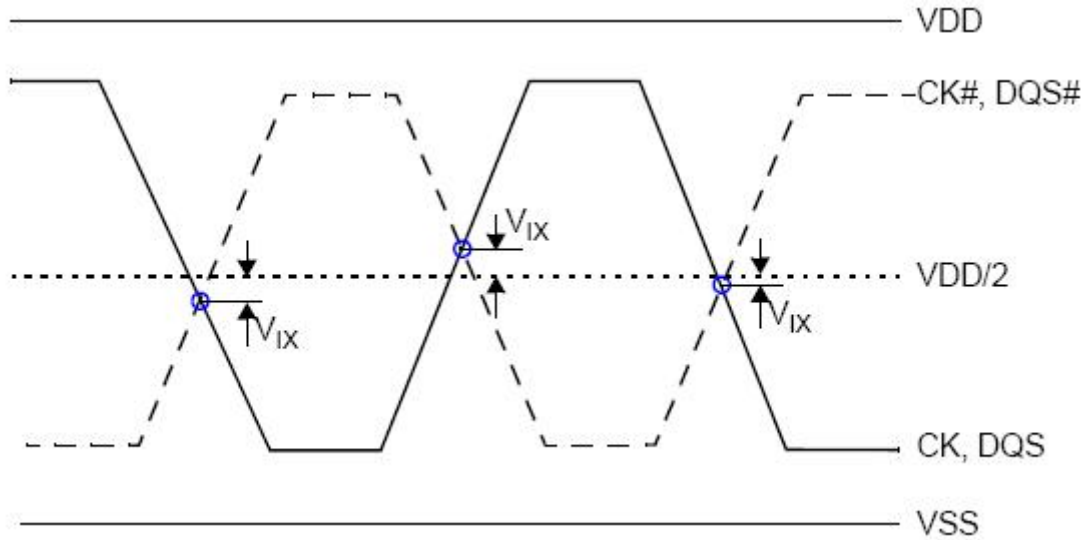

图 5.4 V_{ix} 定义
作为时序测量的参考负载，单端信号的下降沿和上升沿输出斜率的定义和测量在 VOL (AC) 和 VOH (AC) 之间，如表 5- 11 和图 5.4 所示。